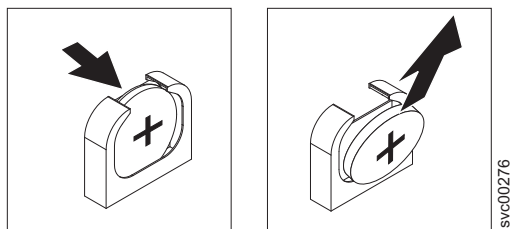

図 185. SAN ポリウム・コントローラー 2145-DH8 CMOS バッテリー・ホルダー
- b. 243 ページの図 185 に示すように、親指と人さし指でソケットからバッテリーを取り上げます。